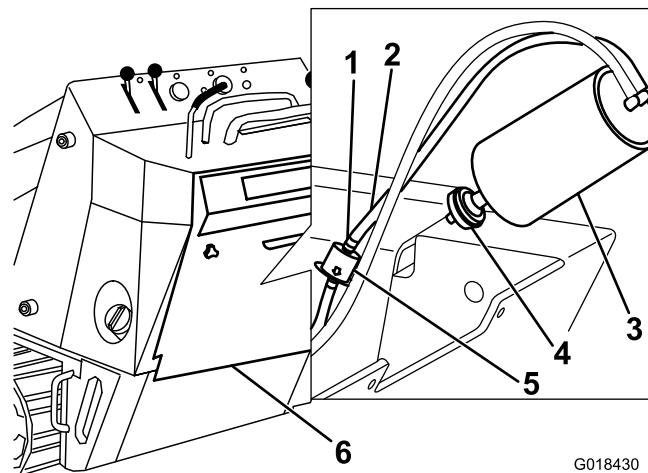

Figure 38
4. Déposez le filtre à air à charbon actif et mettez-le au rebut (Figure 38).
5. Posez un filtre neuf sur la cartouche de charbon actif (Figure 38).
4. Éloignez du filtre les colliers de flexible à ressort de chaque côté du filtre à charbon actif de tuyau de purge (Figure 38).
5. Déposez le filtre de tuyau de purge et mettez-le au rebut (Figure 38).
6. Posez un filtre neuf dans le flexible en orientant la flèche située sur le filtre dans la direction opposée au filtre à charbon actif et fixez-le en place avec les colliers (Figure 38).